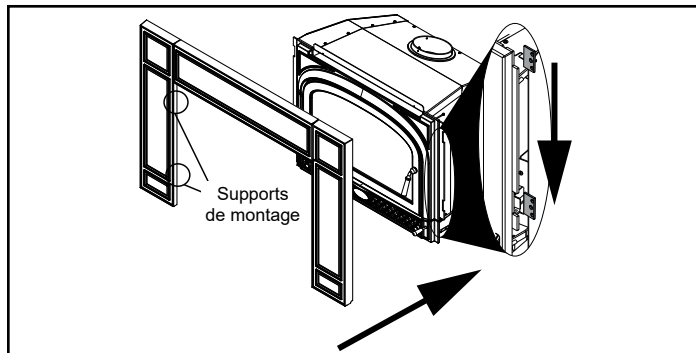

Figure 21.2
5. Faites glisser l'assemblage de la garniture par-dessus le haut de l'appareil et placez-le en position en guidant le support latéral du côté en fonte droit et gauche à travers les trous sur le côté de l'appareil. Déposez très délicatement l'assemblage en place (**Figure 21.2**).